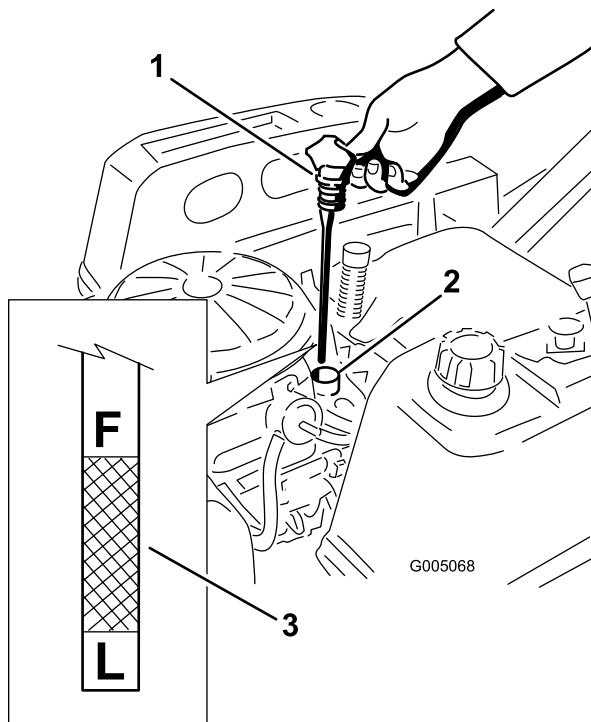

Bild 32
- Ziehen Sie den Fülldeckel bzw. den Peilstab heraus und wischen Sie das Öl ab. Setzen Sie den Peilstab wieder ein und drücken Sie ihn richtig rein (Bild 32).
- Nehmen Sie den Peilstab heraus und prüfen Sie den Ölstand (Bild 32). Der Ölstand sollte an aber nicht über der F-Markierung am Peilstab liegen.
7. Drehen Sie das Ablassventil um eine Vierteldrehung nach links, um es zu öffnen, damit das Öl ablaufen kann (Bild 34). Nehmen Sie den Oleinfüllstutzendeckel/Peilstab ab (Bild 32).
14. Gießen Sie ca. 80 % der angegebenen Ölmenge langsam in den Einfüllstutzen (Bild 32).
15. Stecken Sie den Ölfülldeckel und Peilstab wieder fest ein (Bild 32).
16. Prüfen Sie den Ölstand (Bild 32); siehe Prüfen des Ölstands“.
18. Stecken Sie den Ölfülldeckel und Peilstab wieder fest ein (Bild 32).